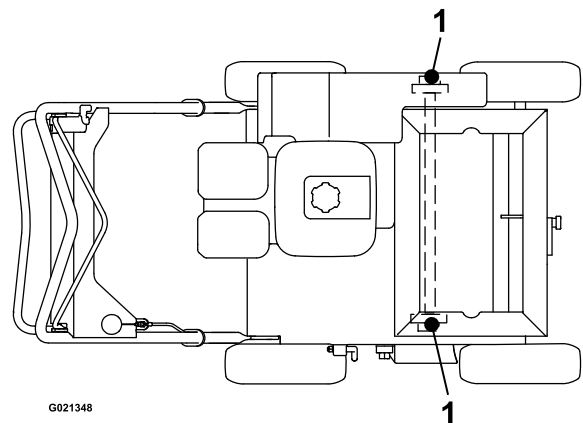

Figure 16
3. Injectez 1 à 2 jets de graisse universelle NLGI n° 2 dans les graisseurs (Figure 16).